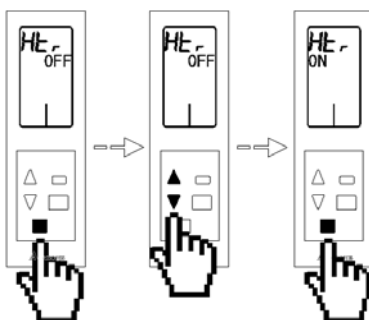

Fig. 113
- **Modo de calor radiante Htr:** Este endereço permite ligar, **ON**, ou desligar, **OFF**, o Calor por elemento radiante *R* da zona. Para configurar, toque no botão de confirmação , o valor do menu ficará a piscar, indicando que está dentro do menu. Utilize as setas   para seleccionar a opção desejada e toque no botão de confirmação . Se deseja sair do menu toque no botão sair  para voltar ao menu anterior. (Fig. 113)